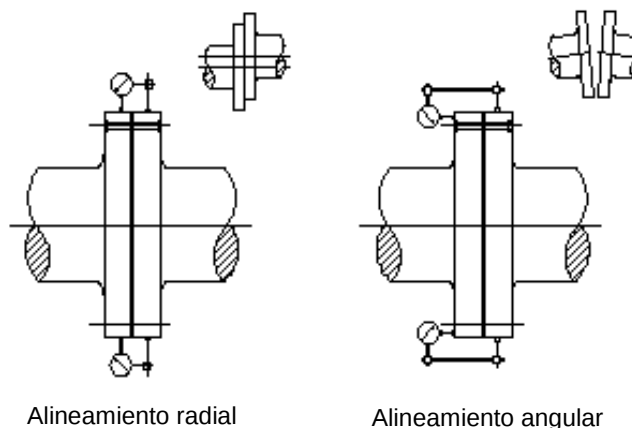

Figura 3-9 Comprobación de la alineación con indicadores
3. Monte el equipo de alineación. Si se utilizan indicadores, resulta práctico ajustar el indicador del cuadrante de forma que aproximadamente la mitad de la escala esté disponible en cualquier dirección. Compruebe la rigidez de las abrazaderas del indicador para eliminar cualquier posible cesión por parte de éste. Consulte la *Figura 3-9 Comprobación de la alineación con indicadores*